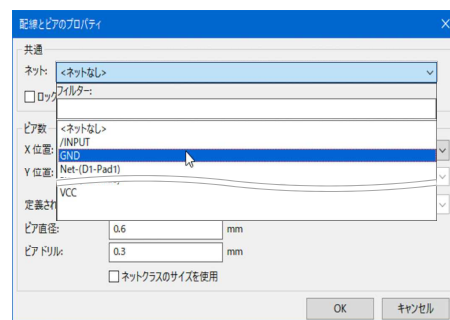

図9-33
- ④ 基板上の任意のところをクリックしてビアを追加します。
- ⑤ [ESC] キーを打って「ビアを追加」ツールを終了します。
- ⑥ マウスポインタを追加した ビアに合わせてショートカットE（編集）を入力します。配線とビアのプロパティが開きます。図9-33
- ⑦ ネット欄をクリックしプルダウンメニューのGNDを選択します。
- ⑧ [OK] をクリックして閉じます。
- ⑨ マウスポインタを追加したビアに合わせてショートカットCTRL+Dで複製して複数配置します